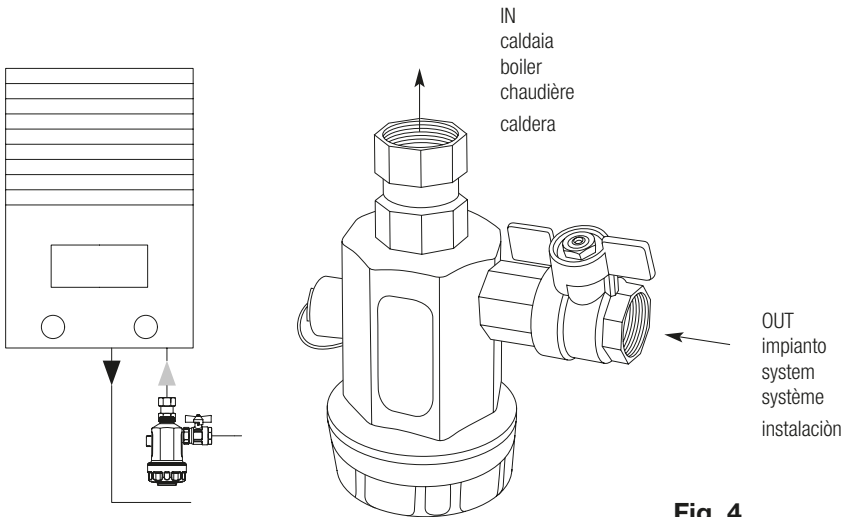

Fig. 4
- horizontalmente con el capuchón mirando hacia adelante en caso de espacio limitado debajo de la caldera (p.ej. cuando la caldera está instalada en armarios de pared de cocina) (**FIG. 4**)